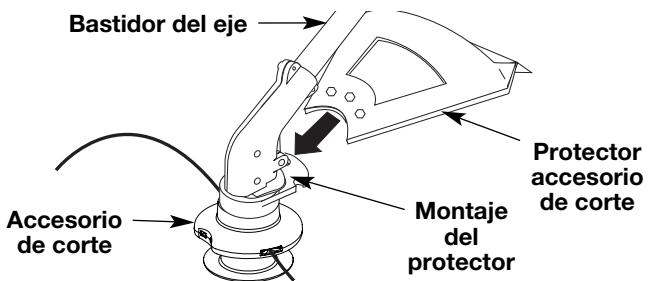

Fig. 2
- Deslice el protector accesorio de corte en el montaje del protector sobre el accesorio de corte. Alinee los orificios de los tornillos del protector con los orificios del accesorio de corte (Fig. 2).